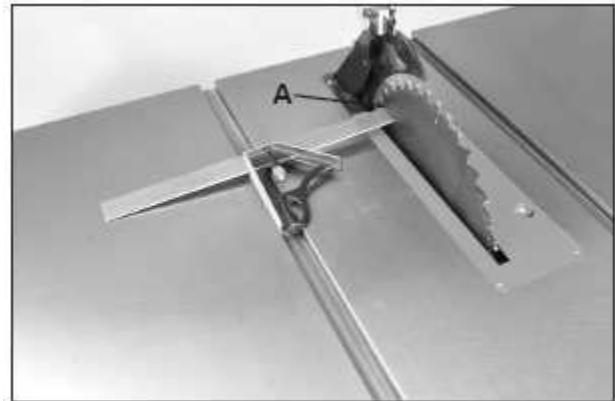

Рис. 22
6. Произвести измерения сзади пильного диска (рис. 22, А) комбинированным угольником. При наличии разницы свыше 0,25 мм между линейкой и пильным диском необходимо произвести регулировку стола. См. ниже **РЕГУЛИРОВКА ВЫРАВНИВАНИЯ ПИЛЬНОГО ДИСКА.**